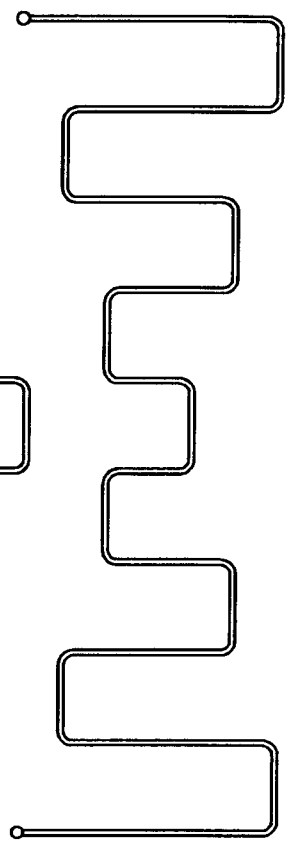

Fig. 5
5. Grzejnik rurkowy z symetrycznie rozłożonymi, poziomymi rurkami o czterech jednakowych skrajnych odcinkach dłuższych od czterech środkowych odcinków jednakowej długości, pomiędzy którymi usytuowane są dwa najkrótsze odcinki poziome, jak pokazano na rysunku, w widoku z przodu – fig.5.